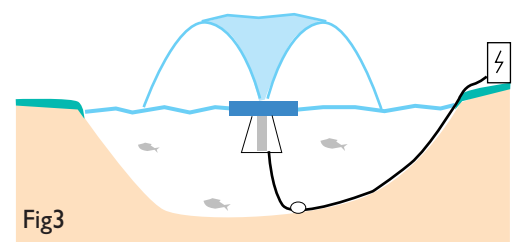

Fig3
Pour le branchement Fig3
- Fig 3 - Pose du câble électrique au fond.